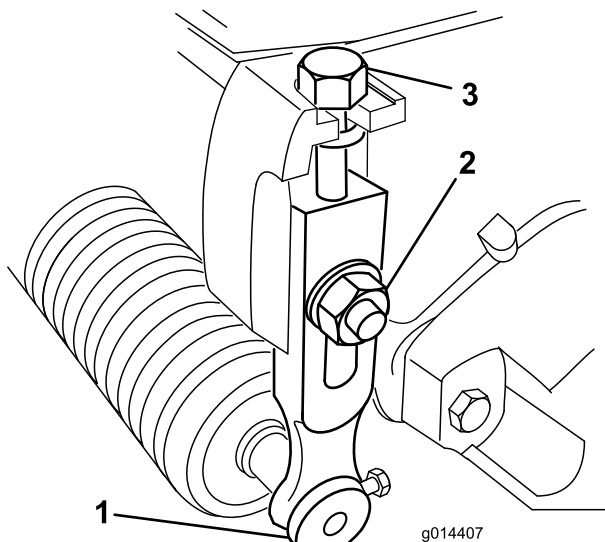

Figure 9
1. Desserrez les contre-écrous qui fixent les bras de hauteur de coupe aux plaques latérales du plateau de coupe (Figure 9).